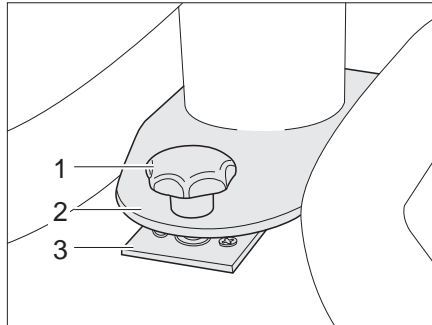

Fig. 98 Bloccaggio tavolo fisso
- Sistemare il tavolo fisso con piastra perforata (Fig. 98,2) sul supporto (Fig. 98,3).
- Spostare il tavolo fisso in modo da poter avvitare il bullone di fissaggio (Fig. 98,1) sul supporto (Fig. 98,3).